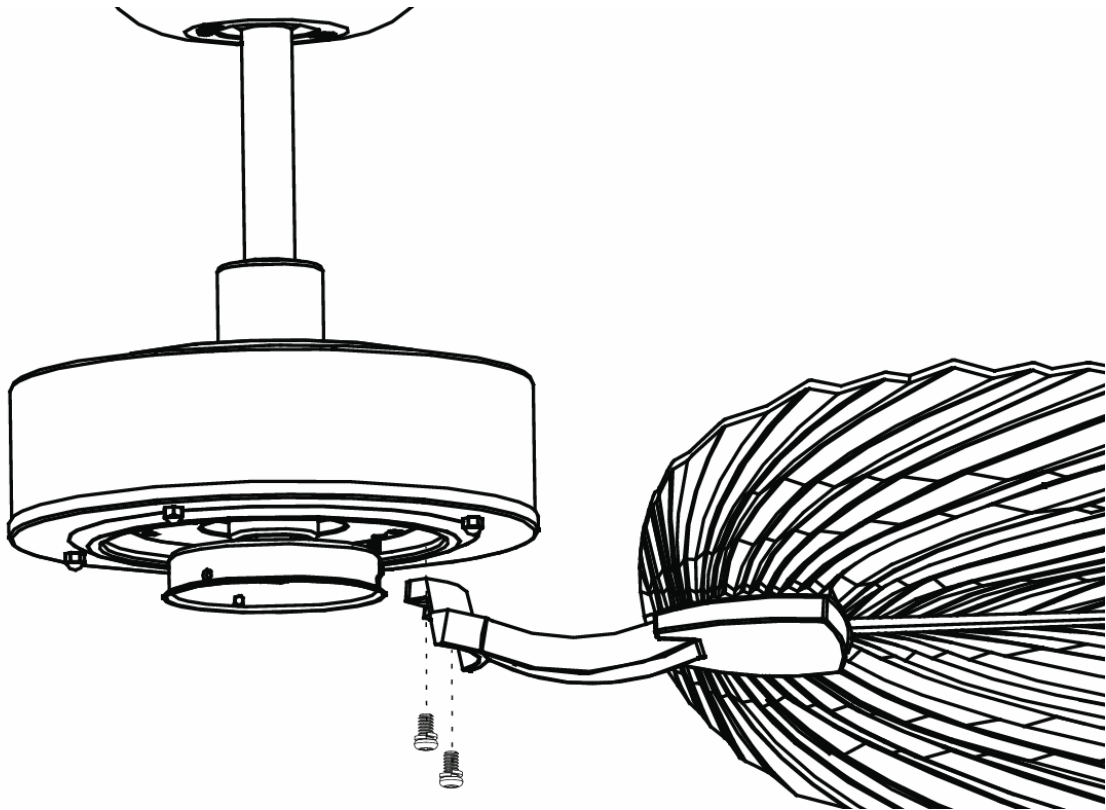

Fig. 5.2
2. Installare il gruppo pala al ventilatore usando 2 viti con rondella a molla (Fig. 5.2).